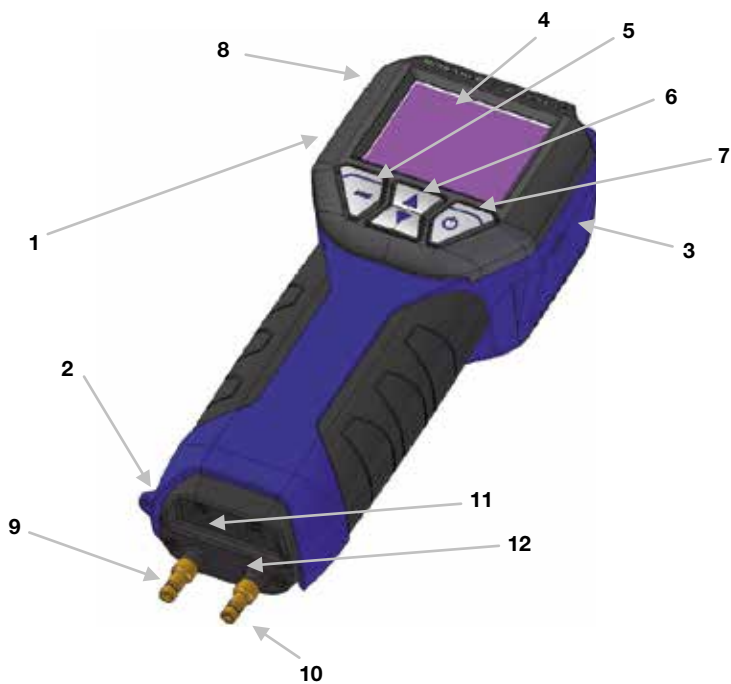

Fig. 1: Översikt
11, 12 14	Standarduttag för temperatursonder NiCr-Ni. Batterilucka (på baksidan i Fig. 1). Det finns diffusionsöppningar för intern registrering av fuktigheten och temperaturen på baksidan av PC 410. Den interna temperaturmätningen är nödvändig för tryckgivarens temperaturkompensering.
- Sätt i kontakten för pitotröret typ S i uttag 11 (Fig.1) på PC 410.
- Anslut typ S pitotrörets övertryckssläng (vänd mot flödet) till övertryckskontakten (+) (Fig. 1, del 9) och undertrycksslängen till undertryckskontakten (-) (Fig. 1, del 10).
- Sätt i kontaktarna för temperaturmätningstångarna i uttag 11 och 12 (Fig.1) på PC 410.
- Innan du kopplar in laddaren i uttaget ska du ansluta den till laddningsanslutningen på PC 410 (Fig.1, del 3)